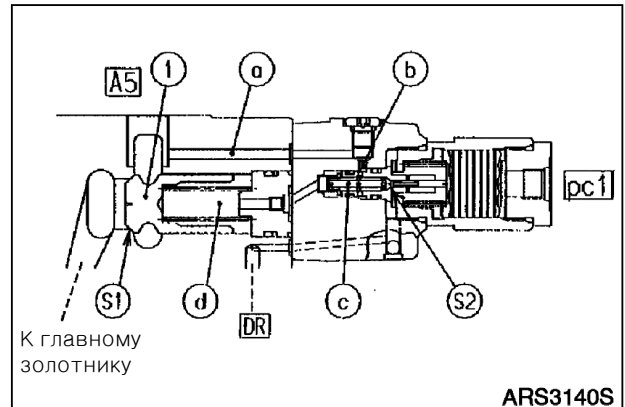

Рис. 18
1. Нейтральное положение (порт сохраняет свое состояние А5, рис. 18)